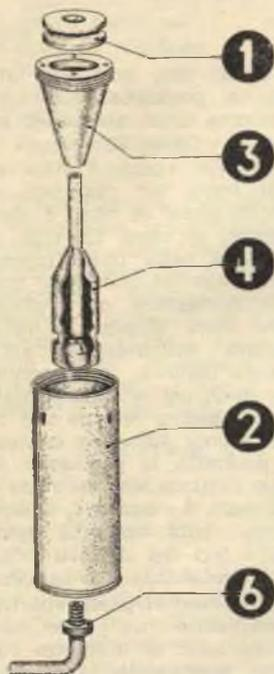

Fig. 2.
*Flangia* (part. 1 - fig. 2). Munitici di uno spezzone cilindrico di gom-